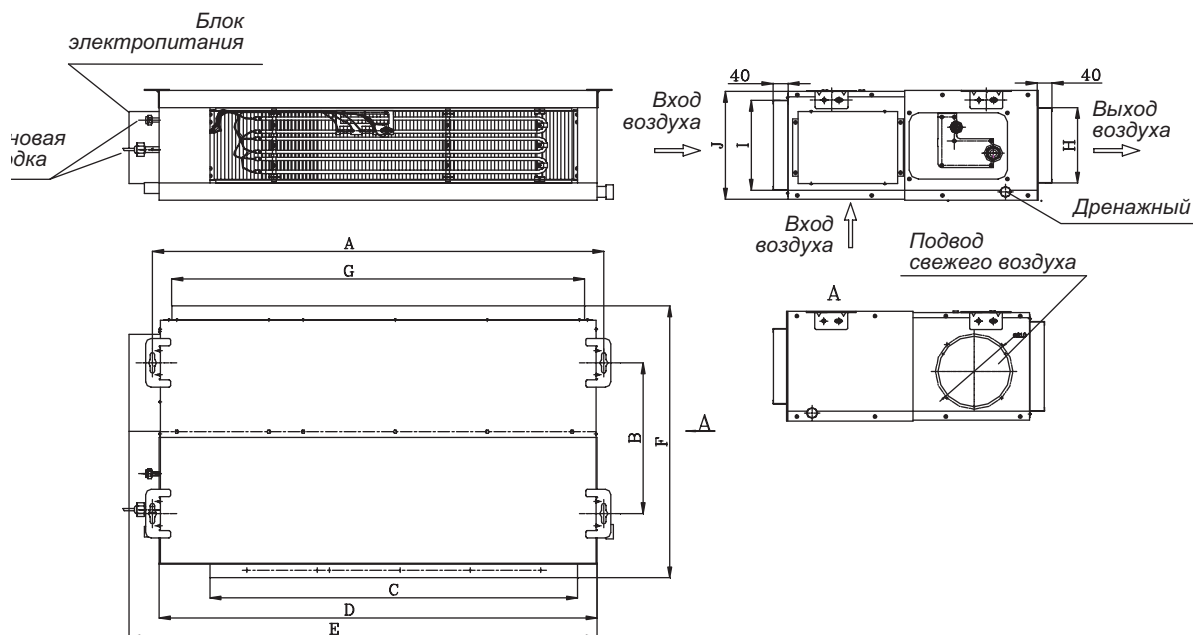

Рис. 9.7
9.2.4.2 Габаритные и установочные размеры внутренних блоков канального типа моделей TMV-R40P/Na-K, TMV-R45P/Na-K, TMV-R50P/Na-K, TMV-R56P/Na-K, TMV-R63P/Na-K, TMV-R71P/Na-K, TMV-R80P/Na-K, TMV-R90P/Na-K, TMV-R100P/Na-K, TMV-R112P/Na-K, TMV-R125P/Na-K (рис. 9.7 и табл. 9.3).